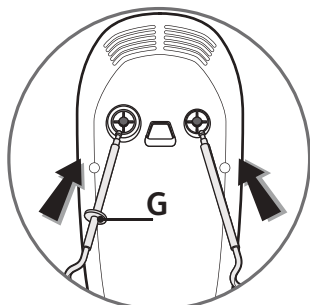

fig.1
- Introduisez les tiges de chaque fouet (**B** ou **F**) ou malaxeur (**D**) dans les orifices prévus à cet effet et verrouillez. **Les fouets et les malaxeurs ont une forme spécifique, le malaxeur ou le fouet avec le détrompeur (G) doit être mis à gauche, dans l'orifice le plus gros (Fig.1).**
• Utilisation sur le socle (H) : (Selon Modèle)
- Introduisez les tiges de chaque fouet (C) ou malaxeur (E) dans les orifices prévus à cet effet et verrouillez . **Les fouets et les malaxeurs ont une forme spécifique, le malaxeur ou le fouet avec le détrompeur (G) doit être mis à gauche, dans l'orifice le plus gros (Fig.1).**
- Placez le socle (H) sur le plan de travail :